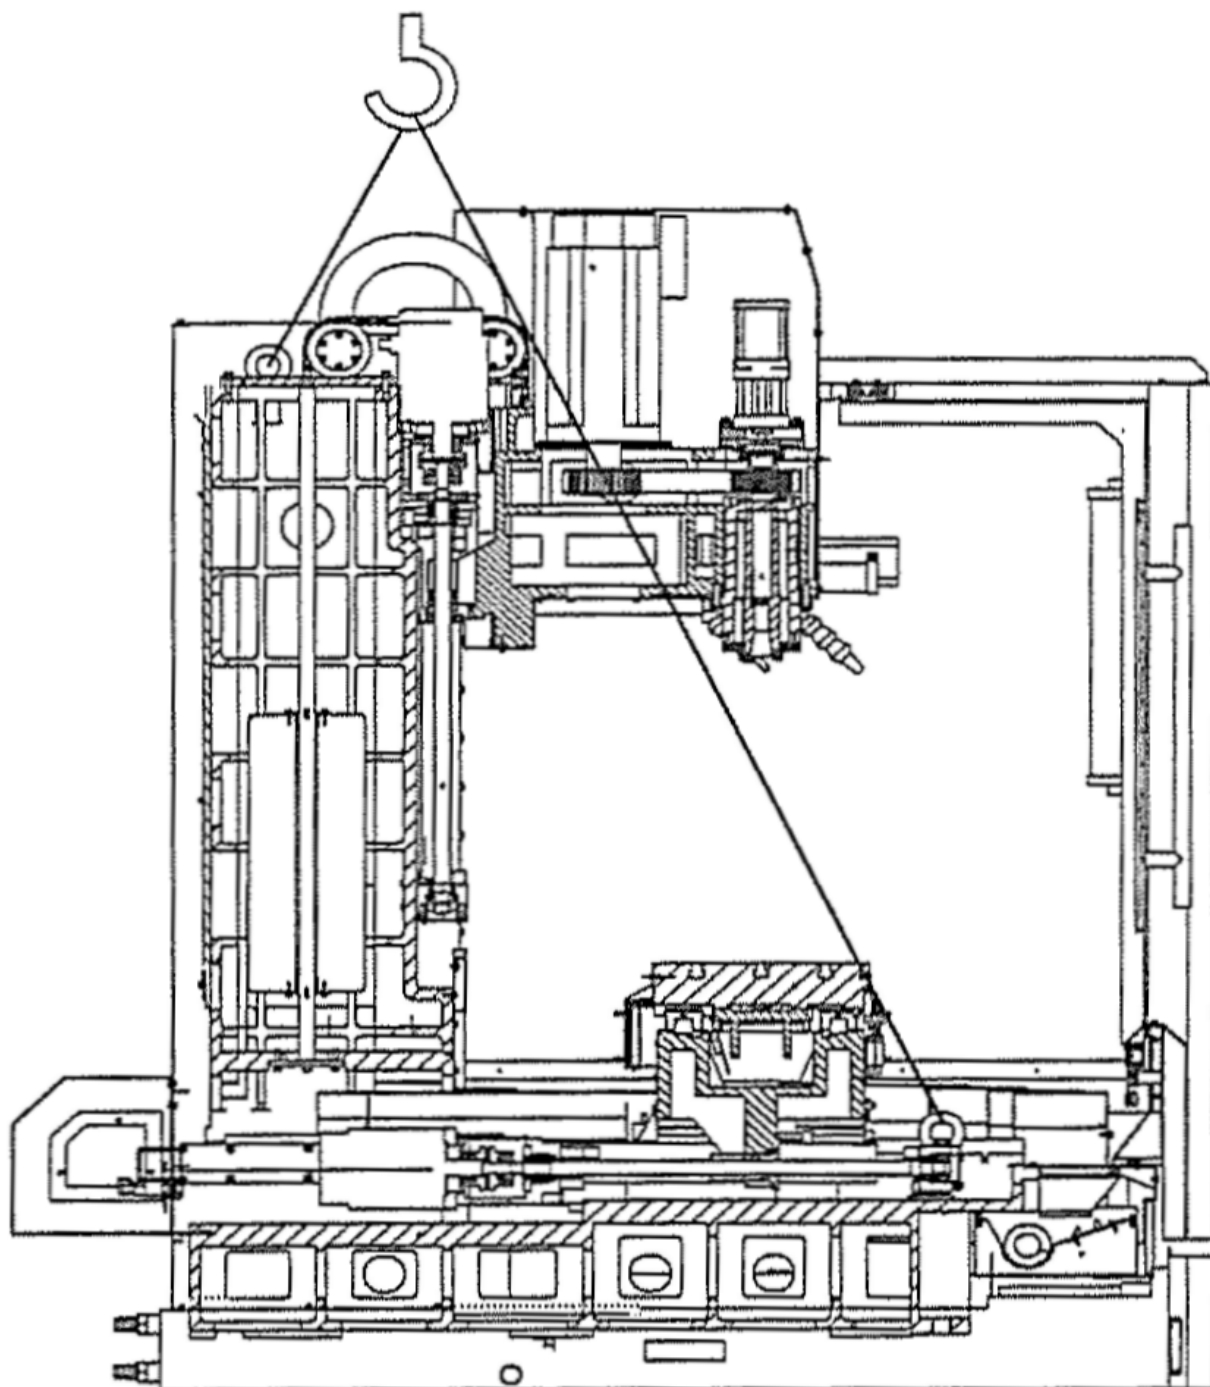

Рис. 3.2 Строповка станка
2. Протяните грузоподъемный канат через болт с проушиной (см. рис. 3.2).